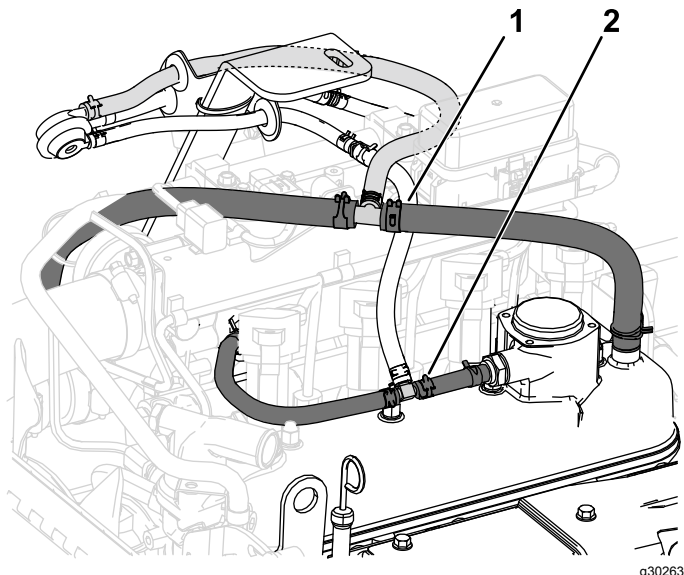

図 7
6. PCV ホースのそれぞれの切り口に、T 字フィッティングの枝 $\frac{1}{4}$ " を接続して、ホースクランプ $\frac{1}{2}$ " で図 7 のように固定する。
8. バキュームホースのそれぞれの切り口に、T 字フィッティングの枝 $\frac{1}{2}$ " を接続して、ホースクランプ $\frac{13}{16}$ " で図 7 のように固定する。